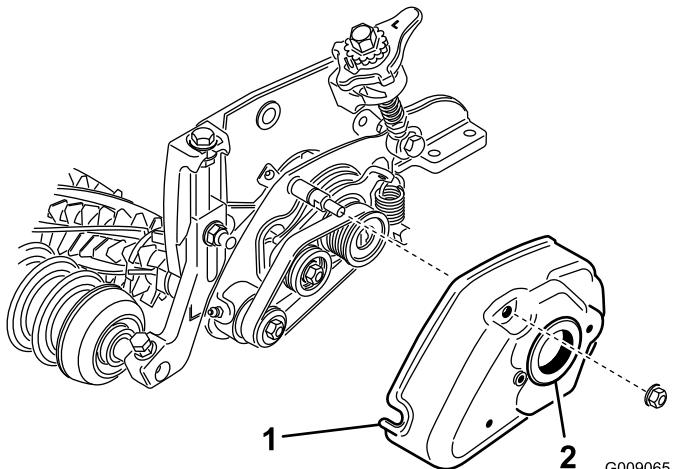

Figura 22
- Instale a cobertura do rastelo e fixe-a com duas porcas flangeadas (5/16 pol.) (Figura 22).
- Aplique massa lubrificante no diâmetro interior do olhal, na cobertura do mesmo (Figura 22).